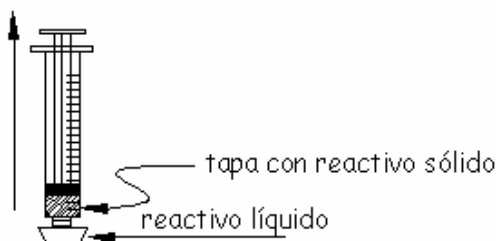

Figura 7
9. Introduce la cantidad indicada del reactivo líquido, succionándolo con la jeringa (Figura 7).